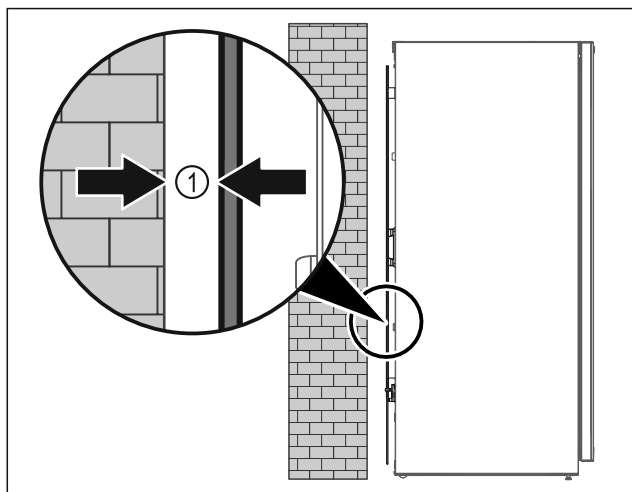

Fig. 9
- ▶ Apparaat ofwel vrij in de ruimte of direct tegen een wand met een minimumafstand van 5 mm *Fig. 9 (1)* opstellen.